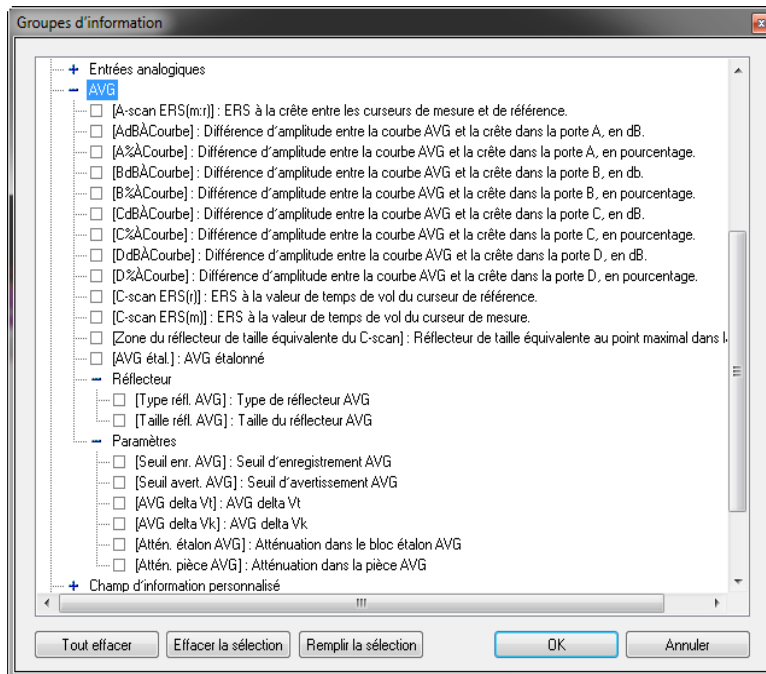

Figure 4-47 Mesures AVG de la boîte de dialogue Groupes d'information
3. Dans la boîte de dialogue **Groupes d'information** (voir la Figure 4-47 à la page 289) :